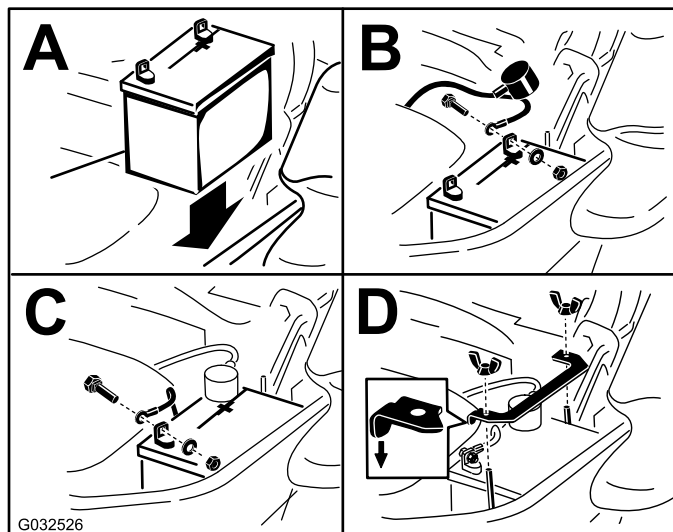

Figure 58
**Remarque:** Placez la batterie dans son support en tournant les bornes à l'opposé du réservoir hydraulique (Figure 58).